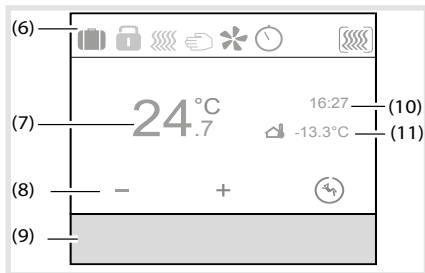

Figure 3 : Affichage principal
Entre autres, le mode de service sélectionné, l'heure actuelle et la température ambiante mesurée apparaissent sur l'afficheur (figure 3). Les contenus de l'afficheur peuvent être représentés de diverses manières en fonction du réglage. La ligne d'état supérieure reproduit par des symboles l'état de l'appareil actuellement réglé (6).